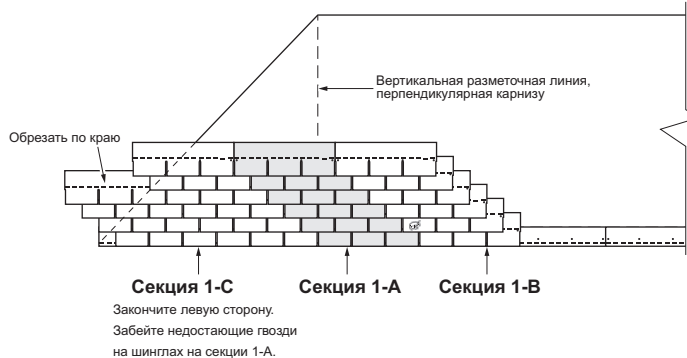

Рисунок 4. Завершение рядов кровли.
3. Установите по одному гонту кровли справа от каждого ряда секции 1-А, таким образом сформировав секцию 1-В (Рисунок 4). Продолжайте до конца ската вправо.